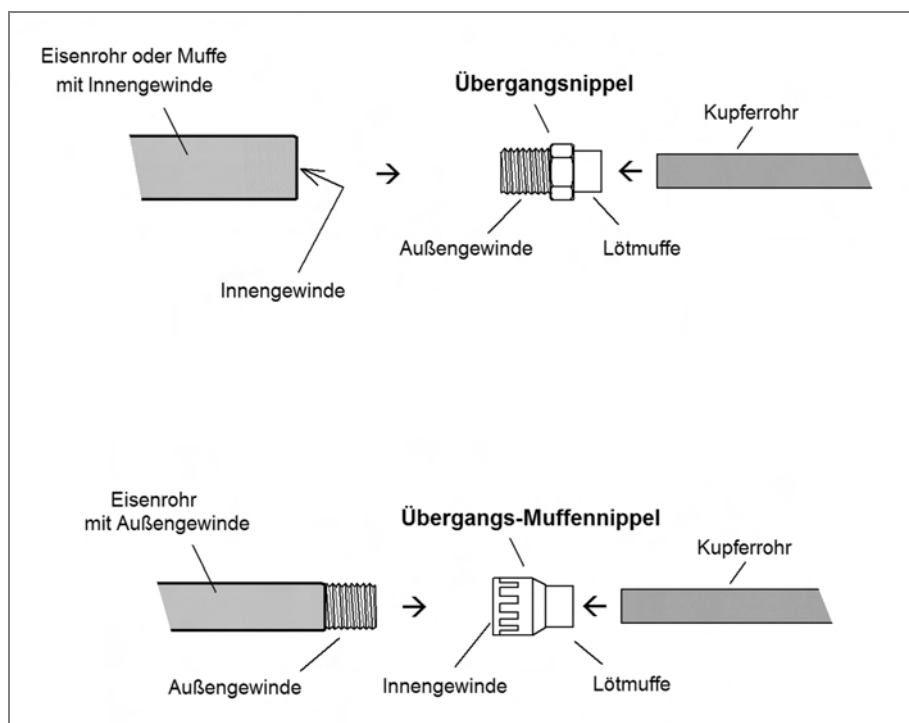

Abb. 83: Löt- & Schraub-Übergangsnippel
5. Übergangs-Nippel und Übergangs-Muffennippel, die an einer Seite mit einem Gewinde und an anderer Seite mit einer Lötstufe versehen sind, ermöglichen die Verbindung eines Eisenrohres (Stahlrohres), bzw. einer Eisenmuffe mit Gewinde, mit einem Kupferrohr. Neben verschiedenen Übergangs-Nippeln bietet der Handel eine große Auswahl an verschiedensten Verschraubungen, die an einem Ende für eine Lötverbindung und am anderen Ende für eine Schraubverbindung ausgelegt sind. Die Schraubverbindungen sind wahlweise entweder als Aufschraubverbindung (mit Innengewinde) oder Einschraubverbindung (mit Außengewinde) ausgeführt (siehe hierzu Abb. 83).
Für einfache axiale Verbindungen gibt es zu diesem Zweck wahlweise Übergangsnippel und Übergangs-Muffennippel nach Abb. 83. Die Löt muffen sind für Kupferrohre von $\varnothing$ 10 mm bis $\varnothing$ 54 mm und die Verschraubungen für Zoll-Gewinde von 3/8" bis 2" in verschiedenen Kombinationen erhältlich – worunter z. B. $\varnothing$ 15 mm auf 1/2", $\varnothing$ 15 mm auf 3/4", $\varnothing$ 18 mm auf 1/2", $\varnothing$ 18 mm auf 3/4" usw.